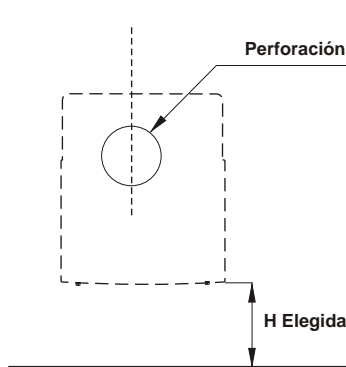

Fig. 5
- Elija la altura **H** que Ud. desea desde el piso hasta la parte inferior del calefactor (Fig. 5).